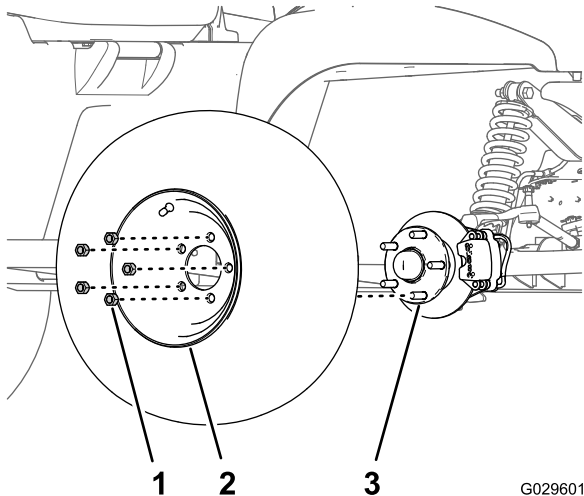

Bild 28
2. Nehmen Sie die fünf Radmuttern ab, mit denen das Rad an der Radnabe befestigt ist (Bild 28).
4. Fluchten Sie die Löcher im Rad mit den Bolzen der Nabe aus und montieren das Rad so an der Nabe, dass das Reifenventil außen ist (Bild 28).
5. Befestigen Sie das Rad mit den Radmuttern an der Nabe (Bild 28) und ziehen Sie die Muttern bis auf 108-122 N·m an.